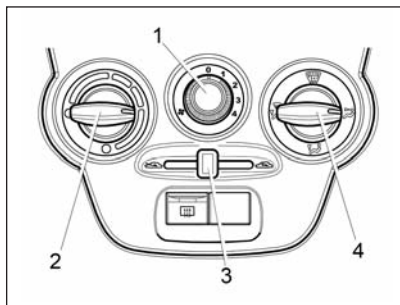
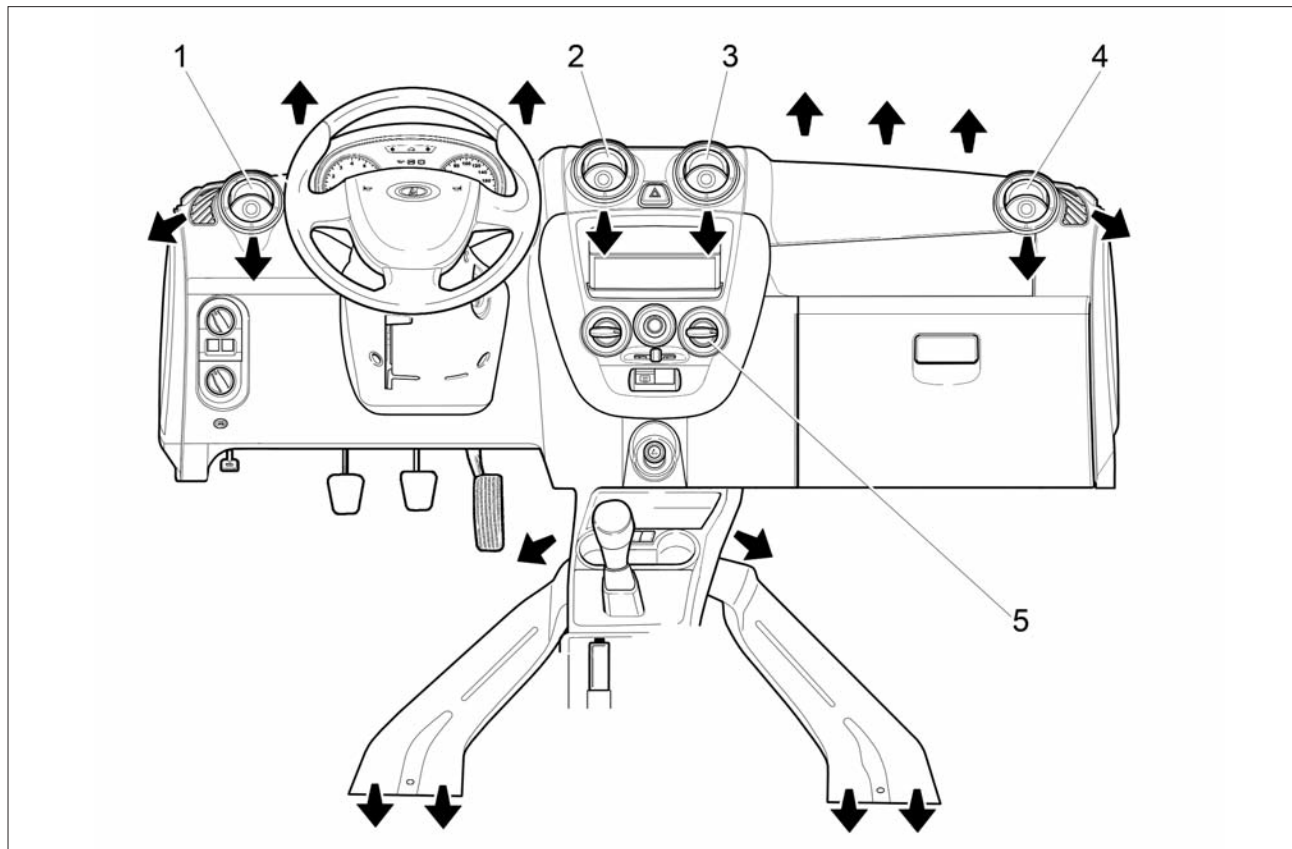
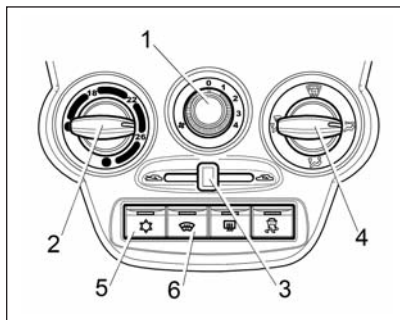

Рис. 38. Блок управления системой вентиляции и отопления
Рис. 39. Направления потоков воздуха из дефлекторов и воздуховодов
Рис. 40. Блок управления климатической системой (в варианном исполнении)
Отопительно-вентиляционная установка автомобиля предназначена для создания в салоне комфортной температуры воздуха, значение которой регулируется блоком управления системой вентиляции и отопления (рис. 38). Однако она не может обеспечить в салоне температуру ниже, чем имеет наружный воздух.
Непосредственным воздействием на дефлекторы сопел 1, 2, 3 и 4 (рис. 39) регулируется интенсивность подачи воздуха путем изменения положения дефлекторов вплоть до полного их закрытия. Открытие нужного сопла производится нажатием на специальное углубление в дефлекторе. Вращением дефлектора регулируется направление воздушного потока.
- **рукоятку 4** (см. рис. 38) установить в зависимости от желаемого направления потока;
- **сопла 1 и 4** (см. рис. 39) отрегулировать по направлению и силе потока (рукояткой переключателя 2, см. рис. 38), в зависимости от желаемого направления и силы потоков;
– **рукоятку 3** (см. рис. 38 и рис. 40) перевести в крайнее левое положение ;
– **рукоятку 4** (см. рис. 38) установить в положение ;
– **сопла 1 и 4** (см. рис. 39) направить на соответствующие боковые стекла в зону наибольшего запотевания;
– **рукоятку 2** (см. рис. 38) установить в положение подачи максимально теплого воздуха (красная точка) в холодное время года (максимально холодного воздуха в теплое время года, кроме того, рекомендуется включать кондиционер при наличии);
– **рукоятку 1** (см. рис. 38) поставить на скорость в зависимости от степени запотевания стекла.
При мойке автомобиля нельзя включать вентилятор климатической системы, что соответствует положению «0» рукоятки 1 (см. рис. 38).
– **рукоятку 2** (см. рис. 38) установить в положение подачи максимально теплого воздуха;
– **сопла 1 и 4** (см. рис. 39) направить на соответствующие боковые стекла в зону наибольшего обледенения;
– **рукоятку 1** (см. рис. 38)
- **рукоятку 4** (см. рис. 38) установите в желаемое положение направления потоков воздуха;
В варианном исполнении (см. рис. 40) климатическая установка имеет дополнительный режим кондиционирования, обеспечивающий охлаждение воздуха, подаваемого в салон автомобиля.
2. Включите вентилятор, установив **рукоятку 1** (см. рис. 40)
В положении  рукоятки 4 хотя бы одно из сопел 1, 2, 3 или 4 (см. рис. 39) должно быть открытым, иначе теплообменник охлаждения воздуха (испаритель) может обледенеть и перекрыть подачу воздуха в салон.
Для установки желаемой температуры воздуха в салоне поверните **рукоятку 2** (см. рис. 40) по часовой стрелке для повышения, против часовой стрелки для понижения. Температура будет поддерживаться автоматически в пределах производительности климатической установки и установленного допуска.
2. Поверните **рукоятку 2** (см. рис. 40) против часовой стрелки в левое положение до упора (синяя точка на блоке управления).
3. Установите **рукоятку 4** своей меткой напротив символа . **Сопла 1 и 4** (см. рис. 39) панели приборов должны быть открыты.
4. **Рукояткой 1** (см. рис. 40) включите максимальную скорость вентилятора климатической установки (положение «4»).
Для включения/выключения ЭОВС нажмите **кнопку 6** (см. рис. 40), при включении загорается индикатор на кнопке выключателя. Контрольный световой индикатор, расположенный на кнопке выключателя, будет светиться желтым светом в течение всего времени работы системы электрообогрева. Система ЭОВС функционирует только при работающем двигателе.